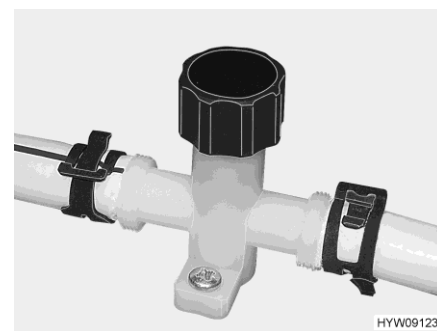

Fig. 102 Llave de desagüe (tubería de agua)
- Abrir todas las llaves de desagüe (Fig. 102).